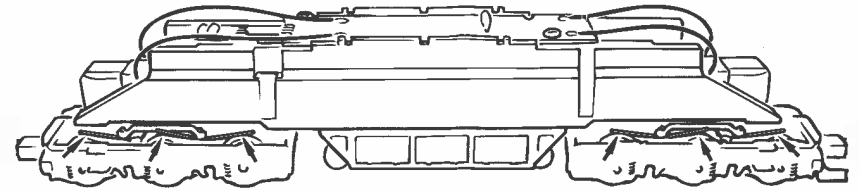

Fig. 10
4. Kohlebürstenwechsel: Lokgehäuse abnehmen (Fig. 3). Danach wird der Motor ausgebaut und die Kohlebürsten ausgewechselt (Fig. 10).
4. Carbon Brush Changing: First remove loco body (fig. 3), and then the motor (fig. 10).
4. Remplacement des balais du moteur: Démontez la caisse (voir fig. 3). Démontez ensuite le moteur et échangez le balais (fig. 10).